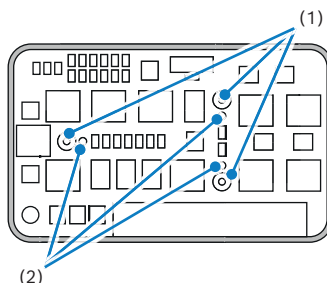

Imagen 7
Con una herramienta adecuada, extraiga los pasadores de posicionamiento (2) y dépositelos en el suelo del taller. Apriete los 3 tornillos (1) (Imagen 7)